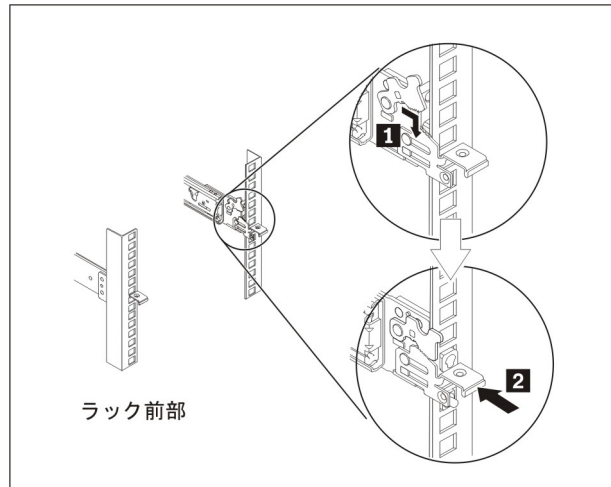

図 8. スライド・レールの前端を取り付ける
3. 19 ページの図 8 に示すように、スライド・レールの前端を取り付けます。